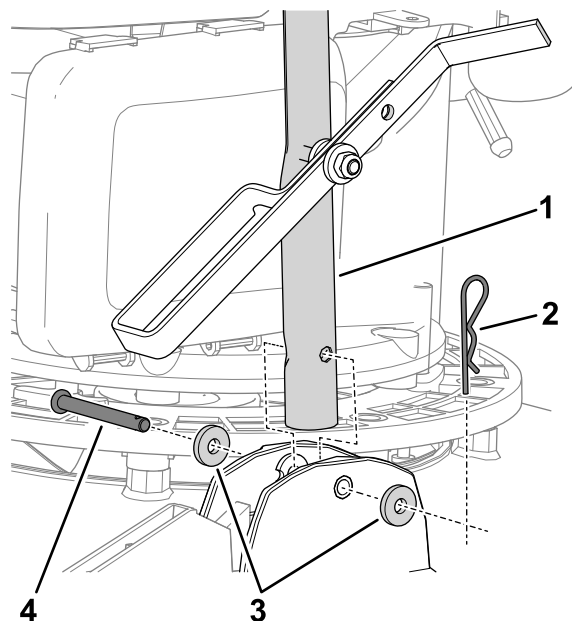

Figura 7
3. Alinee el orificio del manillar con los orificios de los casquillos (Figura 7), y sujete el manillar a la máquina con un pasador de horquilla, 2 arandelas (6 mm) y una chaveta.